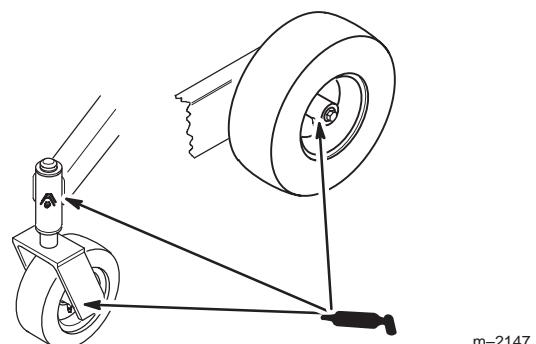

Figure 30
- Graissez les roulements des roues avant et les fusées avant jusqu'à ce que la graisse commence à sortir des roulements (Fig. 30).
- Enlevez le chapeau de moyeu de la roue arrière et graissez le roulement (Fig. 30).